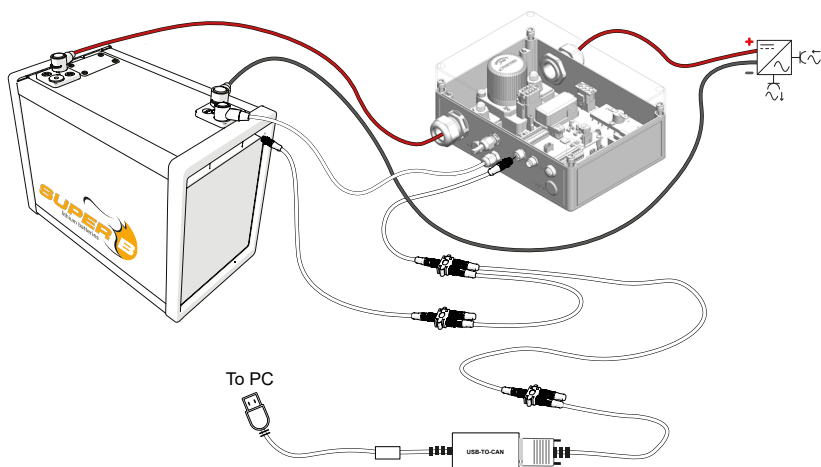

Figure 10. Installation pour la configuration à l'aide du convertisseur USB CAN
2. Sélectionner le bouton 'Scan' pour lancer le scan des appareils. Vous pouvez aussi sélectionner l'icône scan/refresh dans le coin supérieur gauche (Figure 10).